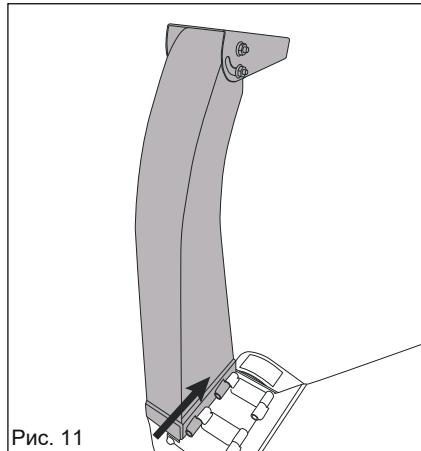

Рис. 11
1. Установите разгрузочный желоб (15) на место на задней стороне рамы основания (9) и сдвиньте его поперек так, чтобы штифты рамы вступили в зацепление с петлями на разгрузочном желобе (15), (рис. 11).